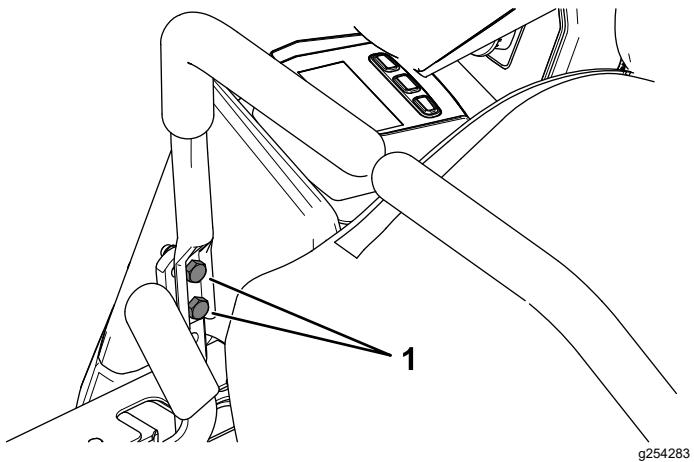

Figura 48
10. Se for necessário alinhamento, desaperte os dois parafusos de montagem das alavancas de controlo de movimento do lado desalinhado (Figura 48).
12. Aperte os dois parafusos de montagem das alavancas de controlo de movimento (**Figura 48**).